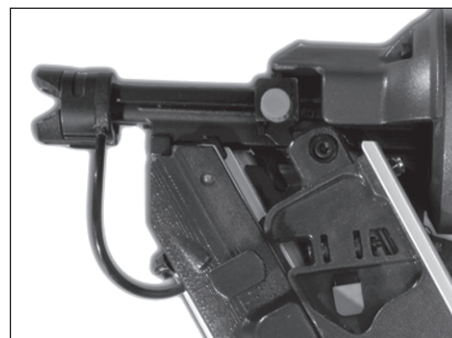

Figure 5 - No-mar Decking Tip
EMBOUT DE RECOUVREMENT ANTI-MARQUES — L'embout de recouvrement anti-marques est conçu pour éliminer les marques de la pointe de contact (PC) dentée. L'embout de recouvrement peut être retiré et amarré à l'outil s'il n'est pas requis (se reporter à RETIRER L'EMBOUT ANTI-MARQUES) ou lorsqu'on préfère un fraisage un peu plus profond. Glisser simplement l'anti-marque de la PC et l'attacher au dispositif de retenue sur le chargeur. Utiliser l'outil en mode de cycle simple (VOIR MODES D'OPÉRATION) lorsque l'embout anti-marques est en place (voir la Figure 5).